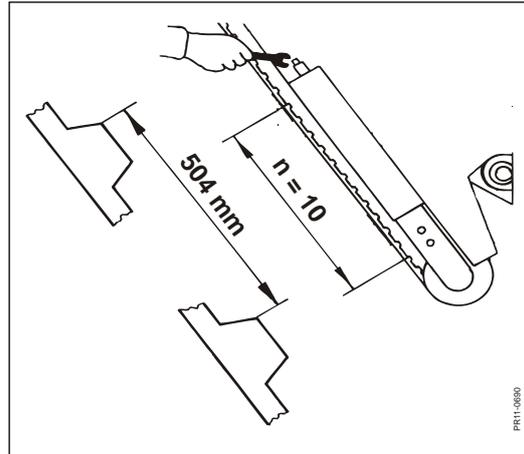

Fig. 9.13
**Fig. 9.13** Las correas dentadas de impulsión de la descarga se tensan con los tornillos de tensión – girando en dirección contrareloj. Tense la correa hasta que 10 dientes midan aprox. 504 mm, y después pruebe que funcionen bien las correas.